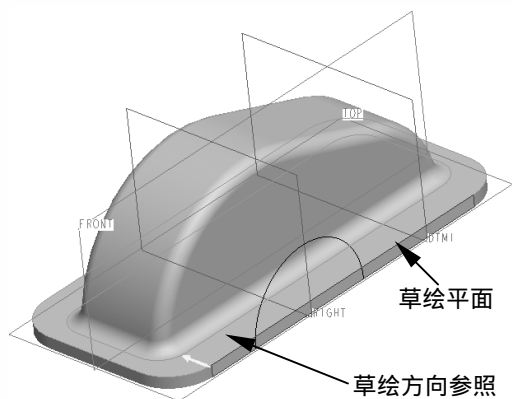
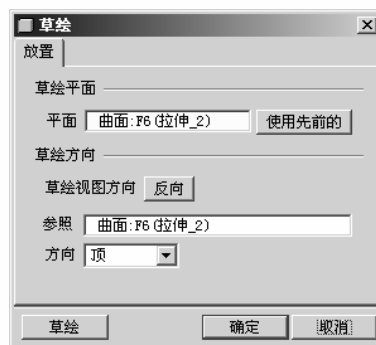
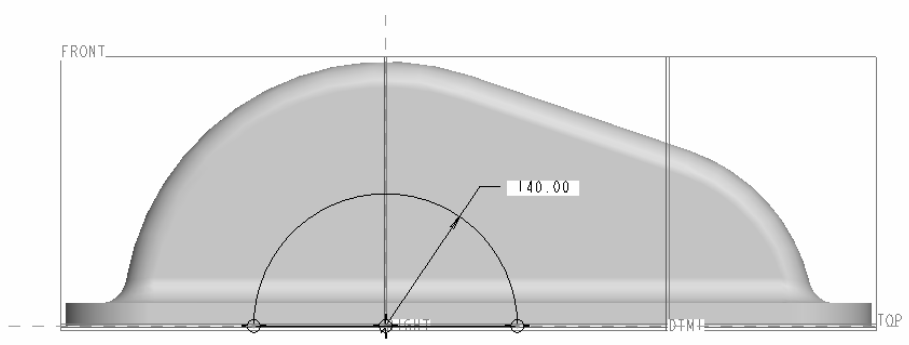

图 4.3.33 选取草绘平面和草绘方向
图 4.3.34 【草绘】对话框
图 4.3.35 绘制截面图
(2) 单击【基础特征】工具栏上的  按钮，然后单击【草图工具】工具栏中的  按钮，以图 4.3.33 所示的基体侧面作为草绘平面，与侧面垂直的上表面作为草绘方向参照，如图 4.3.34 所示，绘制如图 4.3.35 所示的截面图。